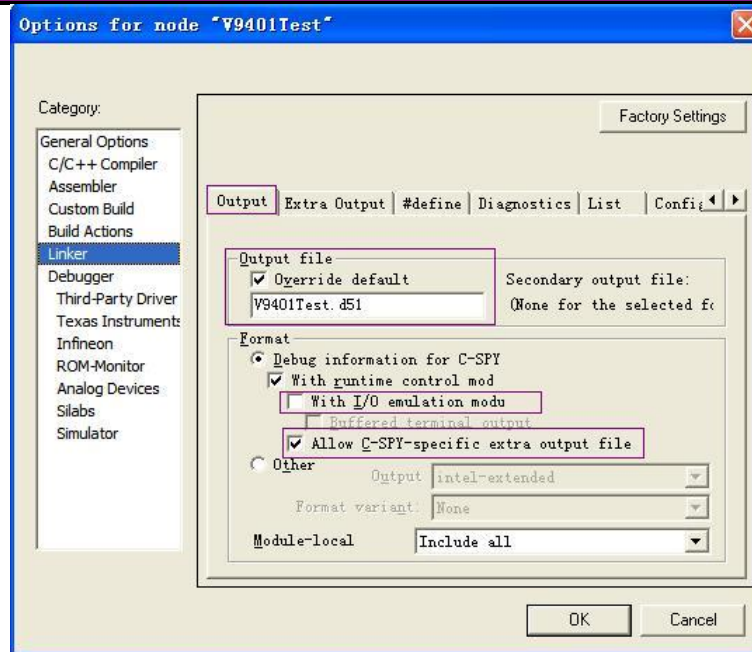
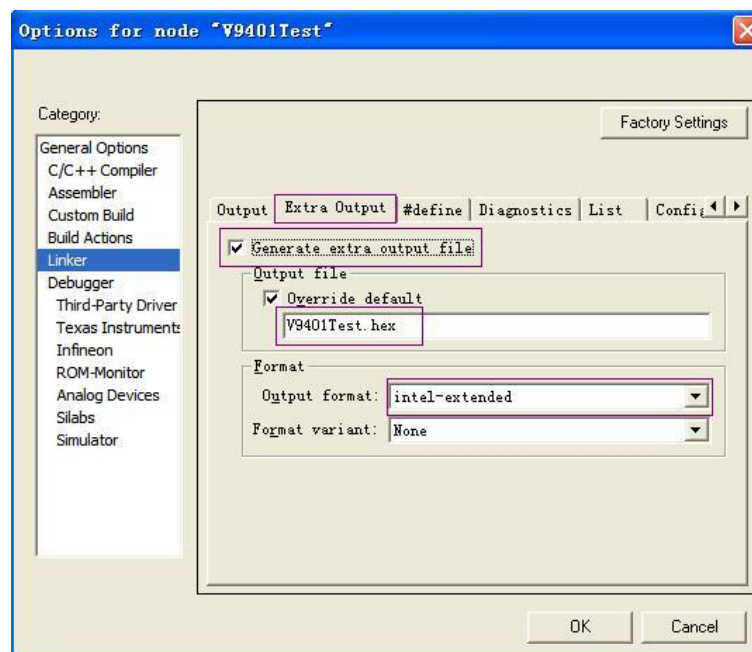

图 8 Linker -&gt;Output 选项卡设置
图 9 设置 Linker -&gt;Extra Output 生成 Hex 文件
6.5 如图 8、图 9 和图 10 所示进行 **Linker** 选项卡设置；